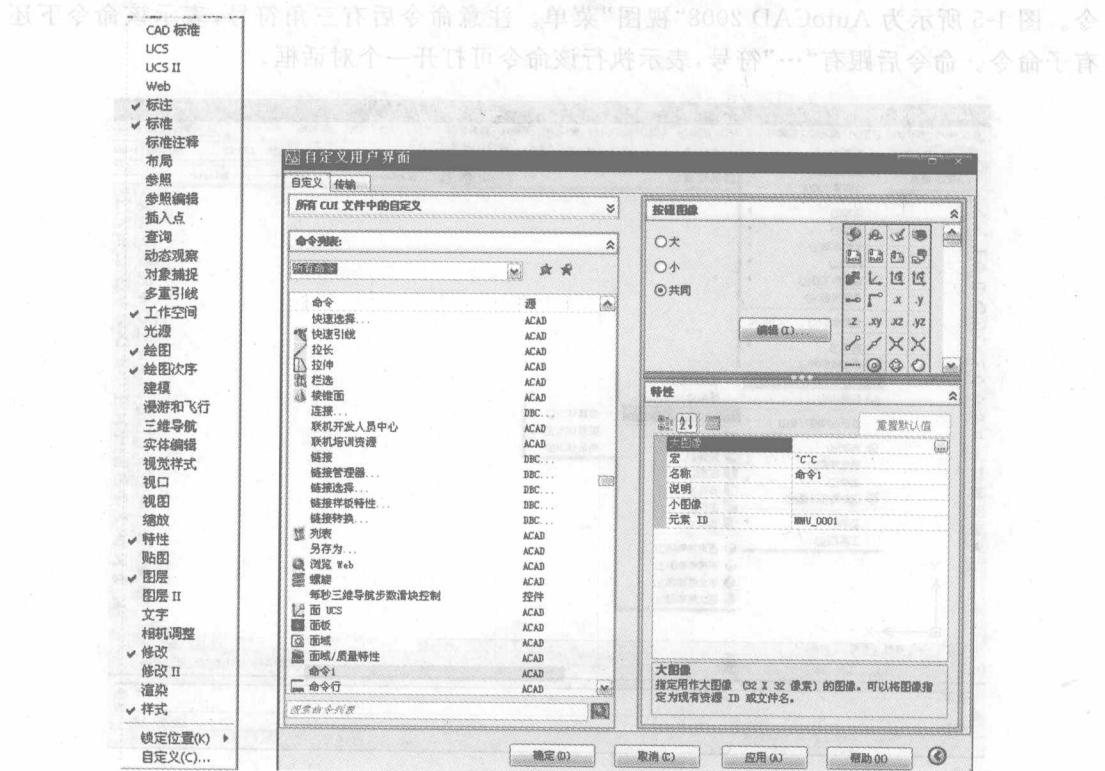

图 1-7 工具栏快捷菜单及自定义用户界面
(3) 工具栏:工具栏是应用程序调用命令的另一种方式,系统共提供了几十种已命名的工具栏,如图 1-7 所示的各工具栏。如果要显示当前隐藏的工具栏,用户可在任意工具栏上单击鼠标右键,选择要使用的工具栏;用户也可以选择“视图”|“工具栏”命令,打开“自定义用户界面”对话框,在“工具栏”选项卡中进行编辑选择,如图 1-7 所示。